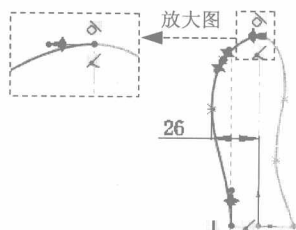

图 1.2.4 草图 3
Step4. 选取前视基准面作为草图基准面，绘制图 1.2.4 所示的草图 3。